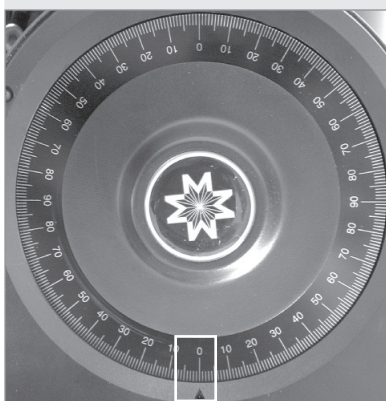

Fig. 20 : cercle de coordonnées en déclinaison à 0°.
2. Mettre à niveau la base du trépied et orienter le tube optique sur 0° au niveau du cercle gradué (Fig. 20).